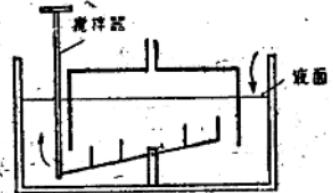

图6. 跳跳板搅拌
(2) 跳跳板式——形式同上，但将支点移在中央，攪拌幅度較升降式为大(图6)。